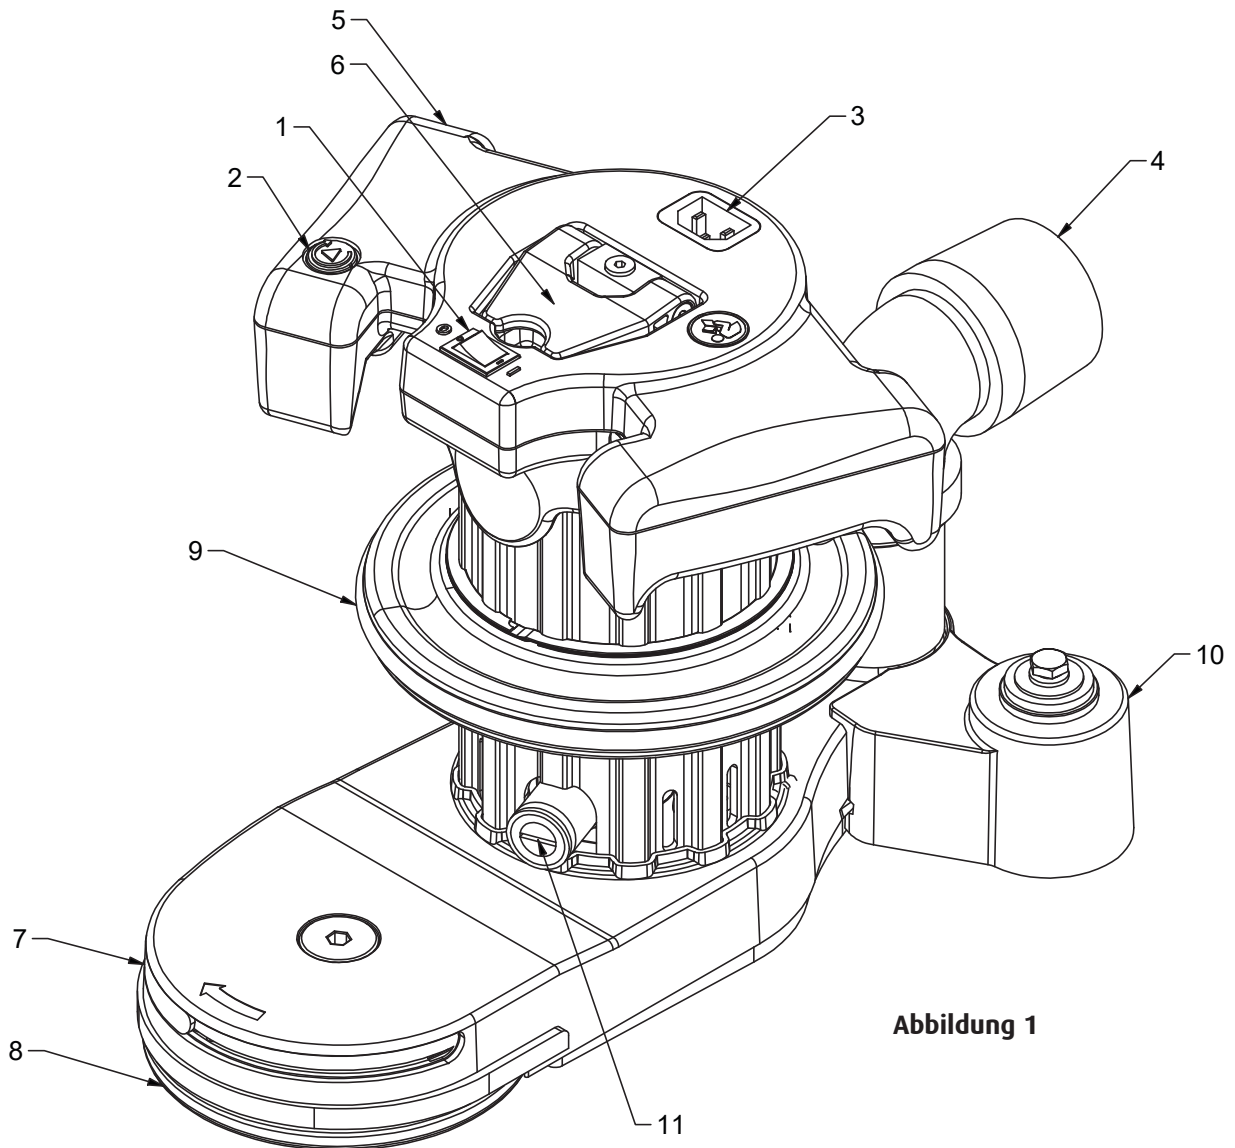

Abbildung 1
3. Vergewissern Sie sich, dass der Steuerschalter auf „AUS“ steht, und schließen Sie das Netzkabel an einen entsprechend geerdeten und abgesicherten Stromkreis an. Schließen Sie das Netzkabel an die Netzkabelbuchse an (Abbildung 1).
4. Bringen Sie den EIN/AUS-Schalter in die Position „EIN“, wenn sich die Maschine in der Liegeposition befindet (Abbildung 1).